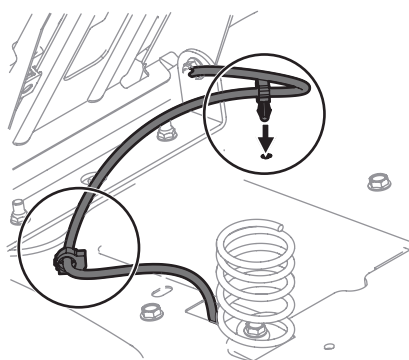

Figure 3
5. Faites enclencher l'attache pour retenir l'excédent de fil à l'aile. Voir Figure 3.